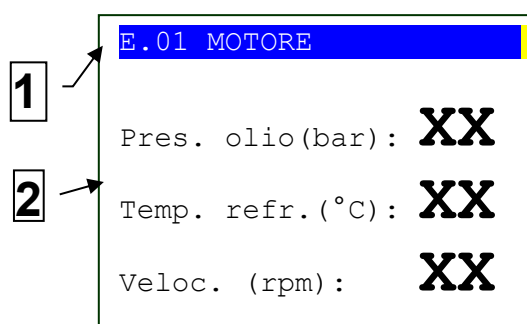

Fig. 4 - Aree di visualizzazione
8.5.4 Struttura aree di visualizzazione (rif. alla fig. 4)